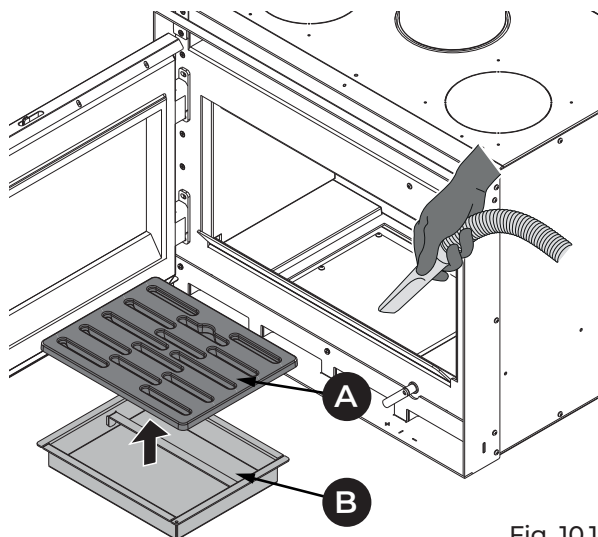

Fig. 10.1
1	Pulire accuratamente la griglia (A) (Fig 10.1). Rimuoverla ed effettuare la pulizia del focolare utilizzando una scopetta (non in dotazione) facendo convogliare i residui della combustione nel cassetto cenere.